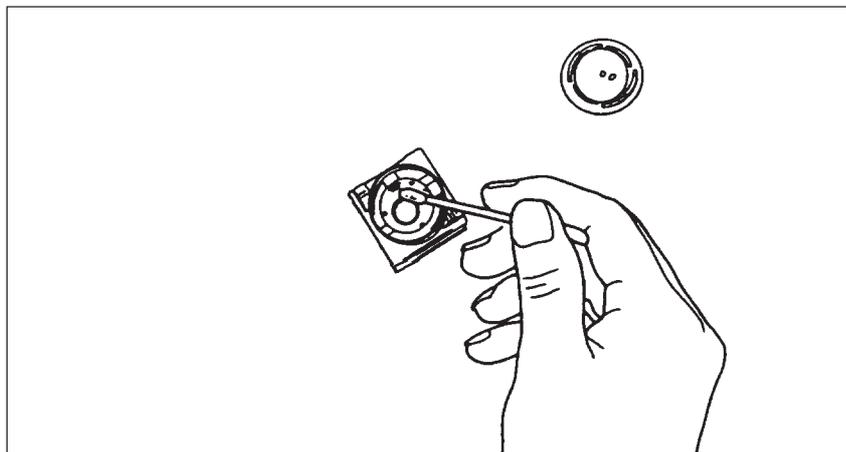

Bild 2-11 Reinigung des Kugelgehäuses
5. Reinigen Sie das Kugelgehäuse (Bild 2-11).